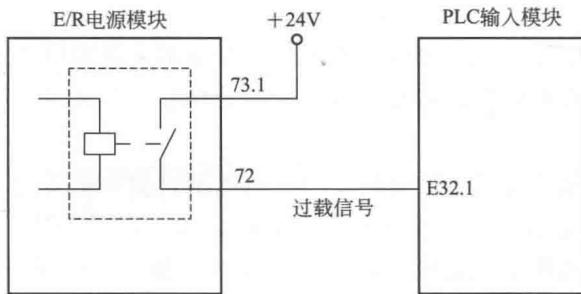

图 1-3 E/R 电源模块输出的过载信号
(1) 检查电控部分，发现 E/R 电源模块上的黄色指示灯没有亮，而绿色指示灯亮起，提示接在 63#、64#、68# 端子上的外部使能信号丢失。
(2) 对这些端子所连接的信号进行检查后，没有发现异常现象。
(3) 检查其他信号，E/R 电源模块通过 72# 和 73.1# 端子，向 PLC 输送过载信号，如图 1-3 所示。在电源模块内部，72# 和 73.1# 端子连接到过载继电器的一对常开触点。